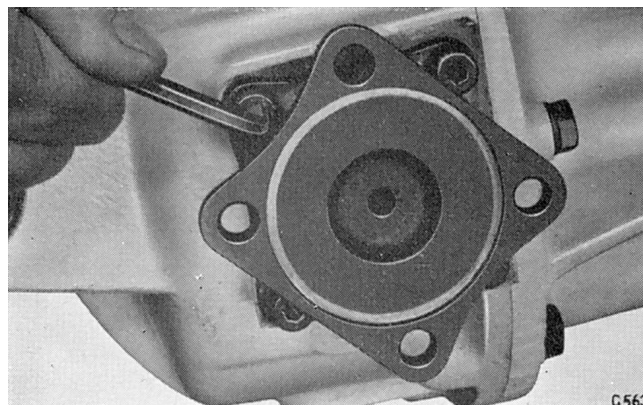

Fig. 20. Dévissage des écrous hexagonaux
##### Dépose (Fig. 20)
A l'aide d'une clé Allen de 3/16" (4,763 mm), retirer les vis hexagonales du carter de pont comme illustré sur la Fig. 20. Sur les modèles Vitesse 6, il n'est pas possible de retirer les vis complètement.
Enlever le circlip (12)(Fig. 20) et, en utilisant d'une presse Churchill avec l'adaptateur No. S4221A-7B, retirer le roulement du demi-arbre intérieur comme indiqué Fig. 20.